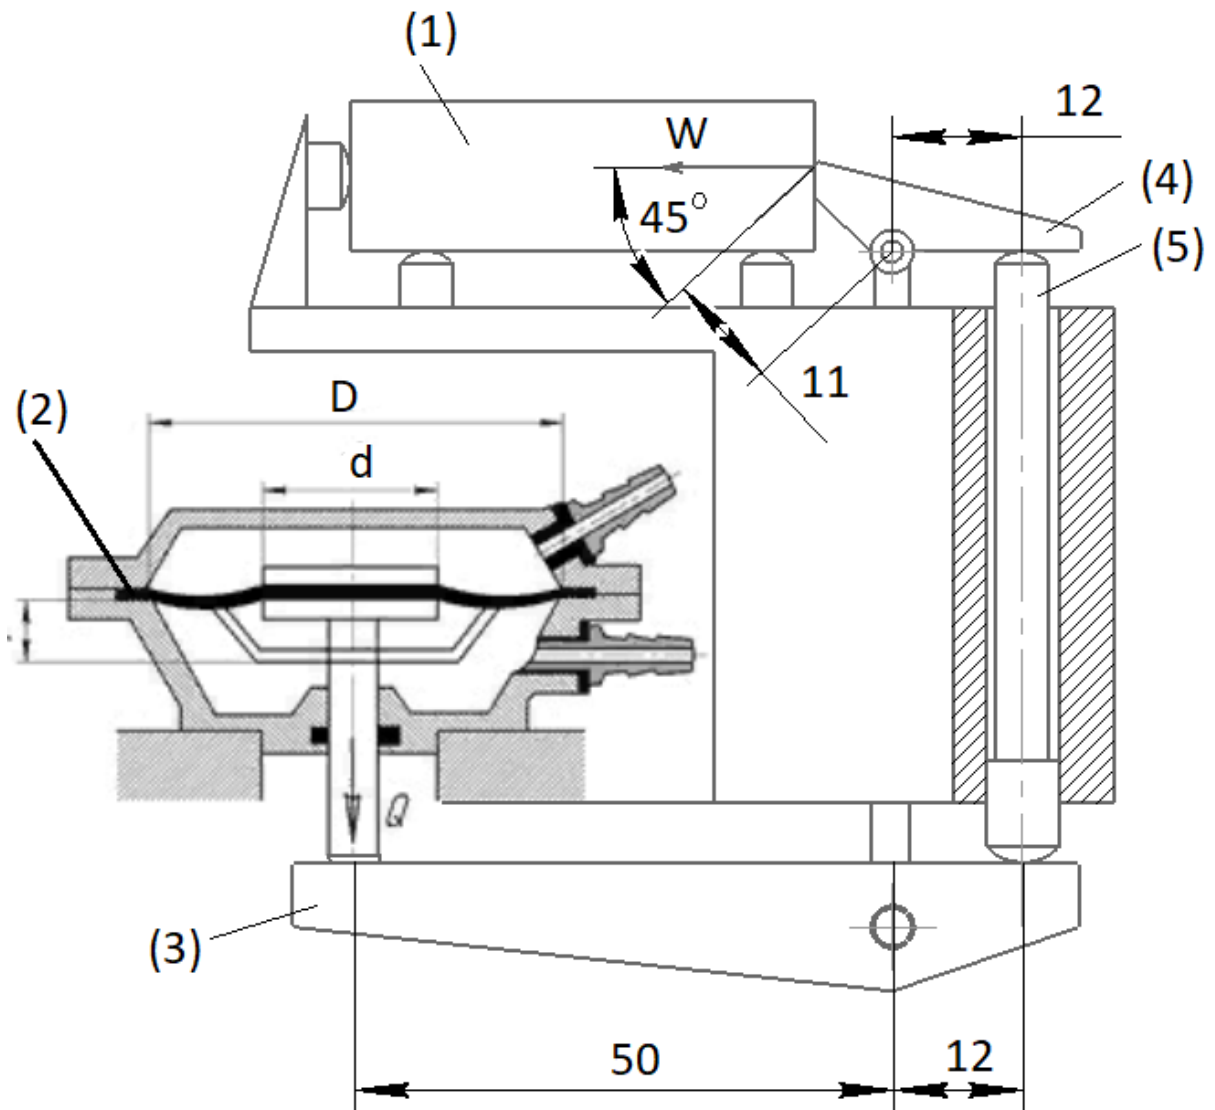

Рис. 3
На металлообрабатывающем центре фрезеруется деталь (1) 3D принтера, которая закрепляется в зажимном приспособлении с пневмоприводом. Пневмопривод состоит из пневмокамеры двустороннего действия с резиноканевой диафрагмой (2), рычага (3), рычага (4) и тяги (5). Требуется определить, какая сила W будет приложена к детали, если диаметр диафрагмы пневмокамеры равен $D=125$ мм, диаметр опорной шайбы $d=88$ мм, рабочее давление воздуха, поступающего в пневмокамеру $p=0,4$ МПа; КПД всего привода $\eta=0,9$, остальные параметры приведены на рис. 3.